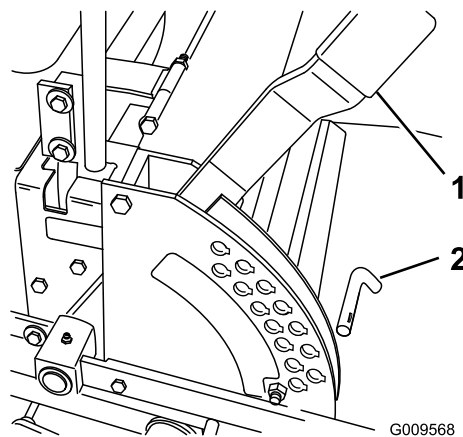

Figure 28
1. Élevez le levier de sélection de hauteur de coupe en position de TRANSPORT (qui correspond aussi à la hauteur de coupe de 127 mm [5 po]) (Figure 28).
2. Pour changer la hauteur de coupe, retirez l'axe du support de hauteur de coupe (Figure 28).
3. Insérez l'axe dans le trou du support correspondant à la hauteur de coupe voulue (Figure 28).